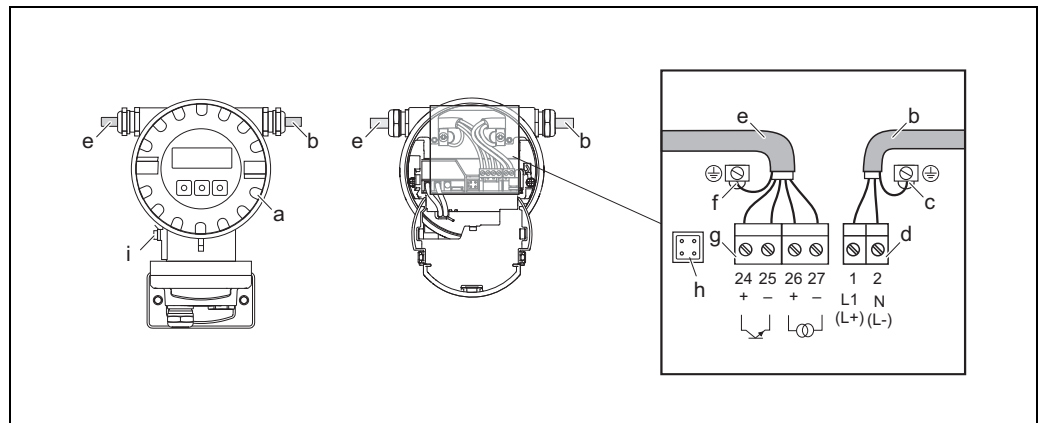

図 30: 変換器の接続 (アルミフィールドハウジング)
- 配線図 → 図 30
端子番号 (配線図 → 図 30)